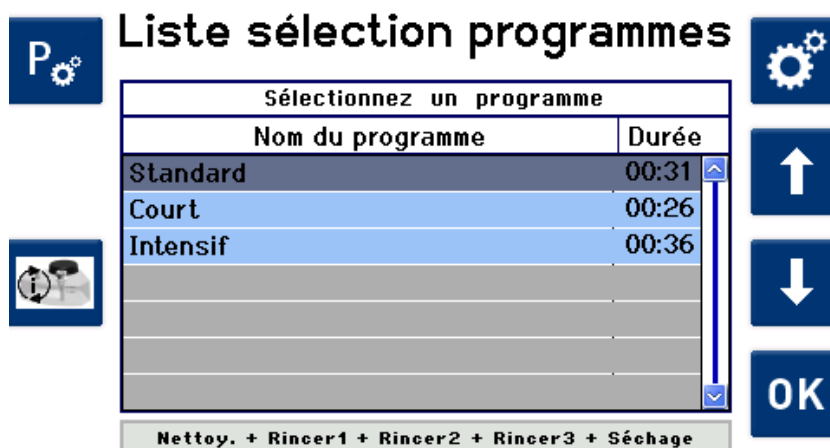

Fig. 7.2.1. Écran *Liste sélection programmes*
**Procédure** Sur l'écran *Liste sélection programmes*, sélectionnez (fig. 7.2.1)
L'écran de la fig. 7.2.1.1 s'affiche: *Créer / modifier des programmes*.
**Créer un nouveau programme de nettoyage**Rendez-vous sur l'écran *Créer / modifier des programmes*.Fig. 7.2.1.1 Écran *Créer / modifier des programmes*